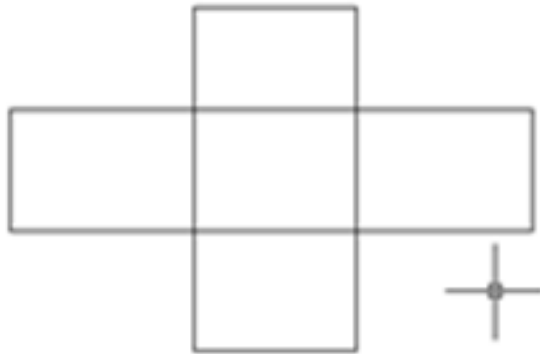
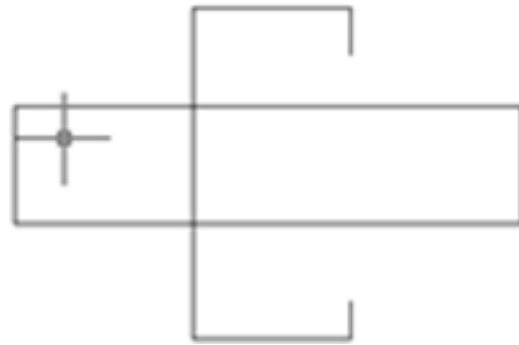

Figura 2.88. Dibujo original.
Figura 2.89. Dibujo modificado.
A partir del dibujo mostrado en la figura 2.88 obtener la figura 2.89.
- Generar el objeto de la figura 2.88, utilizando dos rectángulos; el tamaño no es relevante.